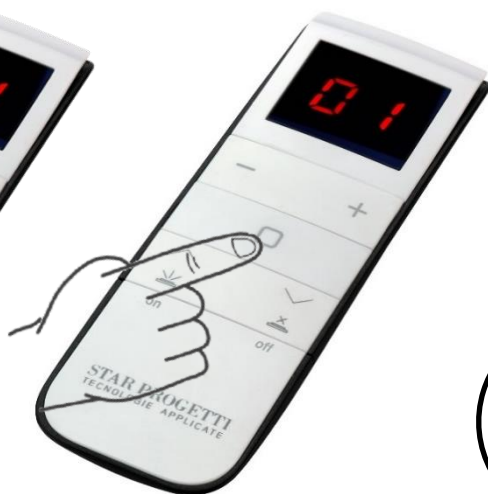

Рис. 7
- Сразу после этого нажмите кнопку, как показано на рис. 7.